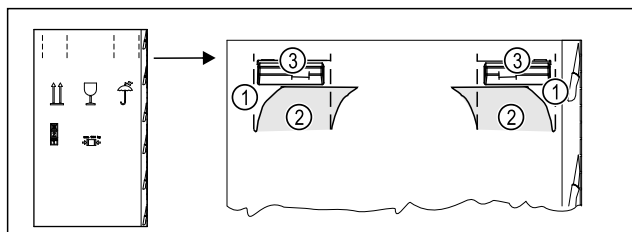

Fig. 4 *
- ▶ Vtlačte obalový karton nahoře na perforaci Fig. 4 (1)*
- ▶ Vytáhněte vtačené spojky Fig. 4 (2)*
- ▶ Pravá a levá rukojeť Fig. 4 (3) je viditelná.*
- ▶ Držte spotřebič za rukojeti Fig. 4 (3)*
- ▶ Vytáhněte vtačené spojky (2).